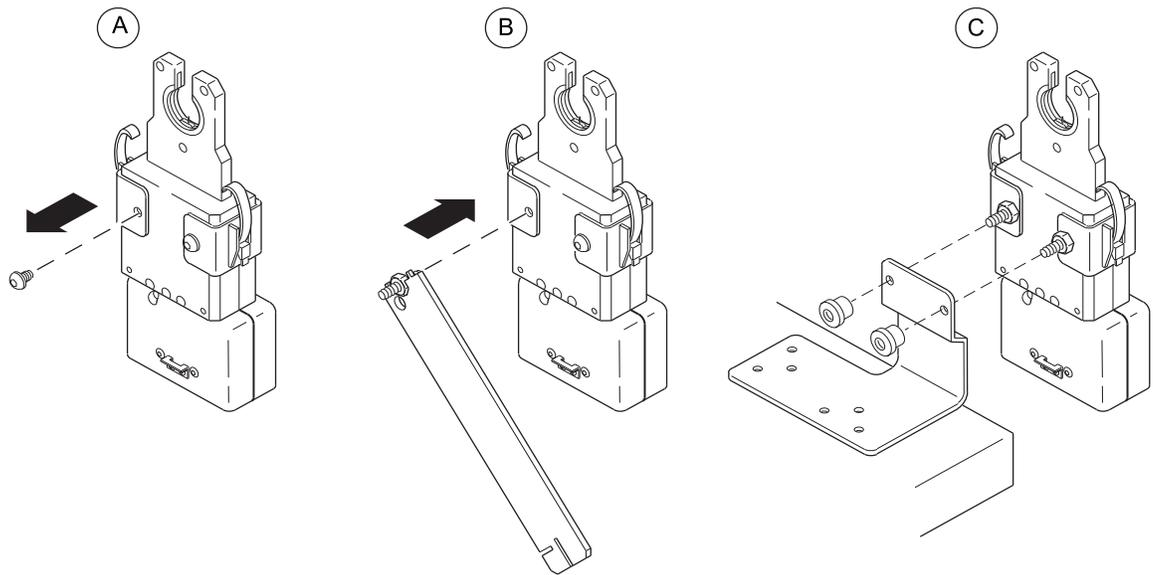

図 22：ベンチ取り付け用ブラケット (シリーズ 8) を使用する
1. ラッチ・ブラケットをウェルド・ヘッドに固定しているボタン・ヘッド・ネジを1本取り外します [図 22 (A)]。同梱のアダプター・ネジを1本差し込みます。
2. 1/4 インチ・サイズのレンチまたはマイクロ・フィクスチャー・ツールを使用して、アダプター・ネジを固定します [図 22 (B)]。
5. アダプター・ネジの露出部分をブラケットの穴に挿入できるよう、ウェルド・ヘッドの位置を合わせます [図 22 (C)]。